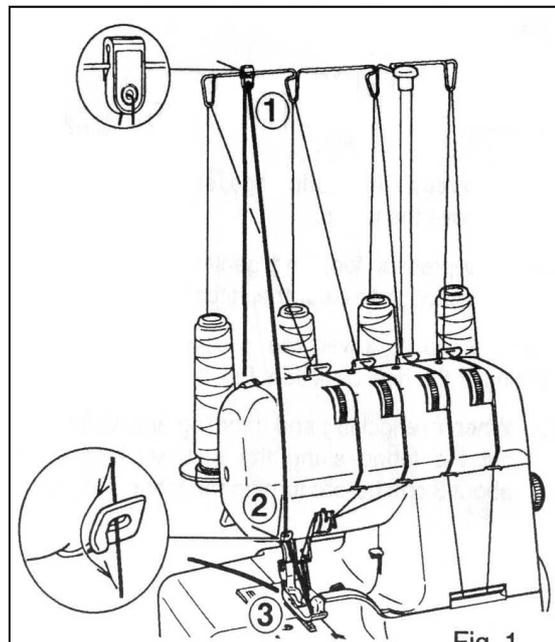

Fig. 1
2. Nach Abschluss der Näharbeiten bringen Sie den Rollsaumfinger wieder an. Bitte stellen Sie sicher, dass der Rollsaumfinger bis zum Anschlag eingeschoben ist (siehe Abb. 1).
Die Standardeinstellung ab Werk beträgt 6 mm. Stellen Sie die Breite auf „5“, falls die Kante sich während des Nähens einrollt (siehe Abb. 1). Stellen Sie die Breite auf „7“, falls sich lose Schlingen an der Kante bilden (siehe Abb. 2).
3. Drehen Sie den Stoff, senken Sie den Nähfuß wieder ab und nähen Sie in der neuen Richtung weiter (siehe Abb. 1).
1. Schieben Sie die abnehmbare Kordelführung aus dem Zubehör auf den Fadenführungsständer (siehe Abb. 1).
2. Legen Sie die „Füllkordel“ wie z. B. Häkelgarn, Gimpe, Wolle, Strickgarn oder Kräuselband hinter die Garnrollenstifte. Ziehen Sie das Beilaufgarn durch die Kordelführungen (1) und (2) und anschließend durch die Fadenführung der linken Nadel (3) (siehe Abb. 1).